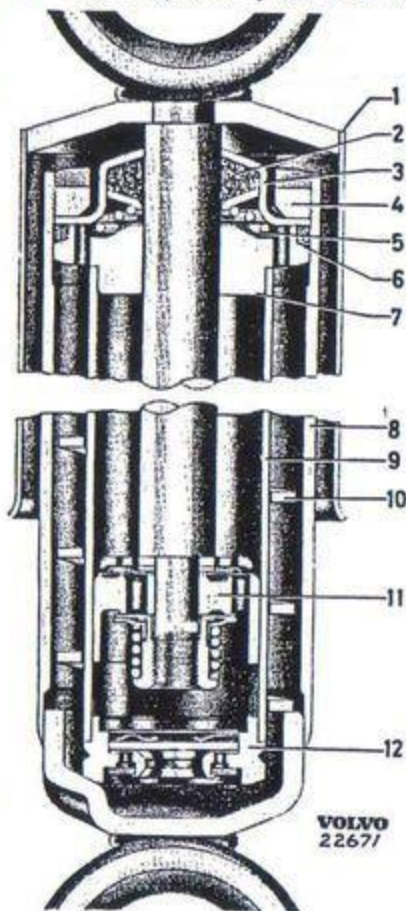
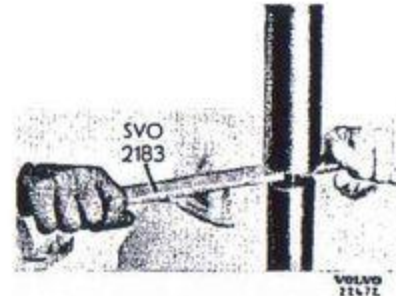

Bild 146. Stötdämpare.
Bild 147. Isärtagning av stötdämpare.
2. Dra ut stötdämparen och lossa rundmuffern (4 bild 146) med nyckel SVO 2183 (bild 147). Är dammskyddskåpan så lång att nyckeln ej kan föras in, får kåpan kapas i erforderlig mån (ca 12 mm).
3. Lyft ut arbetscilindern (9), vänd den om och knacka loss ventilen (12). Töm ut oljan ur de båda cylindrarna.
4. Dra loss arbetscilindern från locket (7). Lossa muffern för kolven (11) och ta bort kolv med ventiler. Ta bort gummitätning (2) och övriga delar från kolvstången.
4. Skjut yttercylindern (8 bild 146) över arbetscilindern. Tryck yttercylindern lätt mot botten och vrid den medurs så att den skruvas på rund-